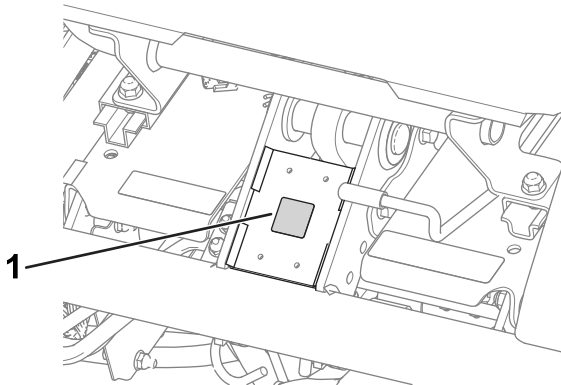

Figure 8
- Apposez l'autocollant de marque de conformité CE sur le cadre, sous l'avant du siège (Figure 8).